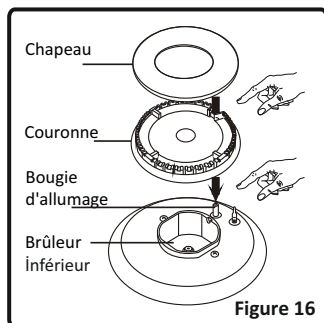

Figure 16
Après l'allumage, procédez à une vérification visuelle des flammes. Si vous voyez une pointe jaune, des flammes suspendues ou instables, fermez le robinet à gaz, et vérifiez si les chapeaux couronnes sont bien positionnées (fig.16).
- Enlevez les grilles émaillées, les chapeaux de brûleurs et les brûleurs supérieurs (Figure 16).